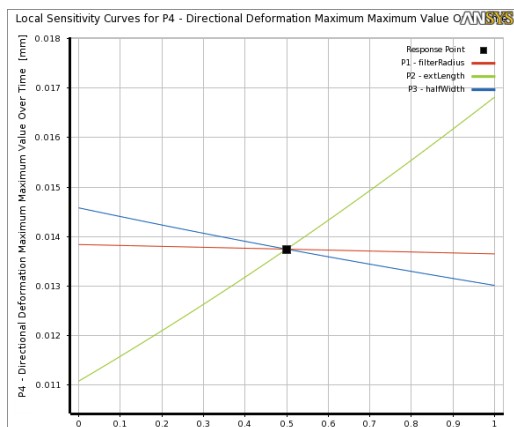

图 25-40 局部敏感度曲线图
6) 在 Outline of Schematic B3: Response Surface 的第 19 行上左击, 可以查看局部敏感度曲线图, 如图 25-40 所示 (注意该图仅是部分结果)。